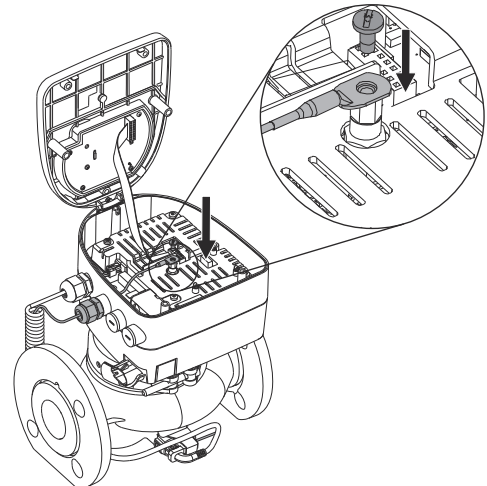

Рис. 10 MAGNA3 без дополнительного СИМ-модуля
5. Без дополнительного СИМ-модуля. Прикрепите второй конец эквипотенциального провода к винтовой опоре СИМ-модуля в блоке управления. См. рис. 10.